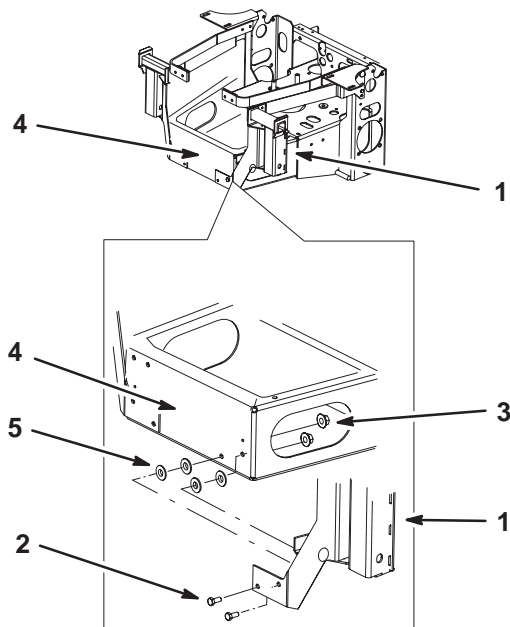

Figure 13
5. Montez le support de fixation du dispositif de ramassage sur le pare-chocs arrière inférieur à l'aide de 2 boulons (5/16 x 3/4"), 4 rondelles plates (5/16") et 2 écrous à collerettes (5/16") (Fig. 13).
1. Serrez le support de fixation du dispositif de ramassage sur le pare-chocs arrière (Fig. 13). Reportez-vous au tableau des couples de serrage.